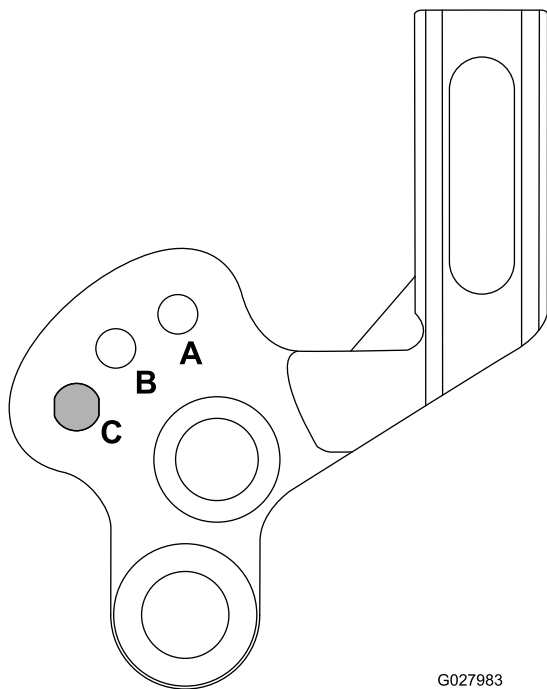

図 19
- A. アームを上げて、または下げて、A または B の位置にセットする 図 19。